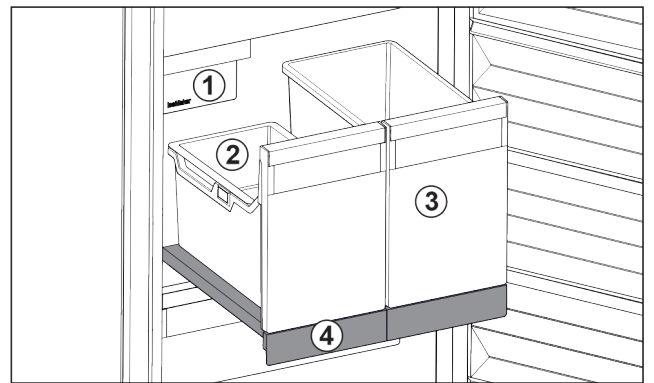

Fig. 116 Auszugsbord mit IceTower
Auf dem Auszugsbord sind zwei hohe Behälter (IceTower). Im Behälter Fig. 116 (2) werden Eiswürfel aus dem IceMaker gesammelt und gelagert. Behälter Fig. 116 (3) eignet sich für die Lagerung von hohen Lebensmitteln wie Pizzen oder alkoholischen Getränken.